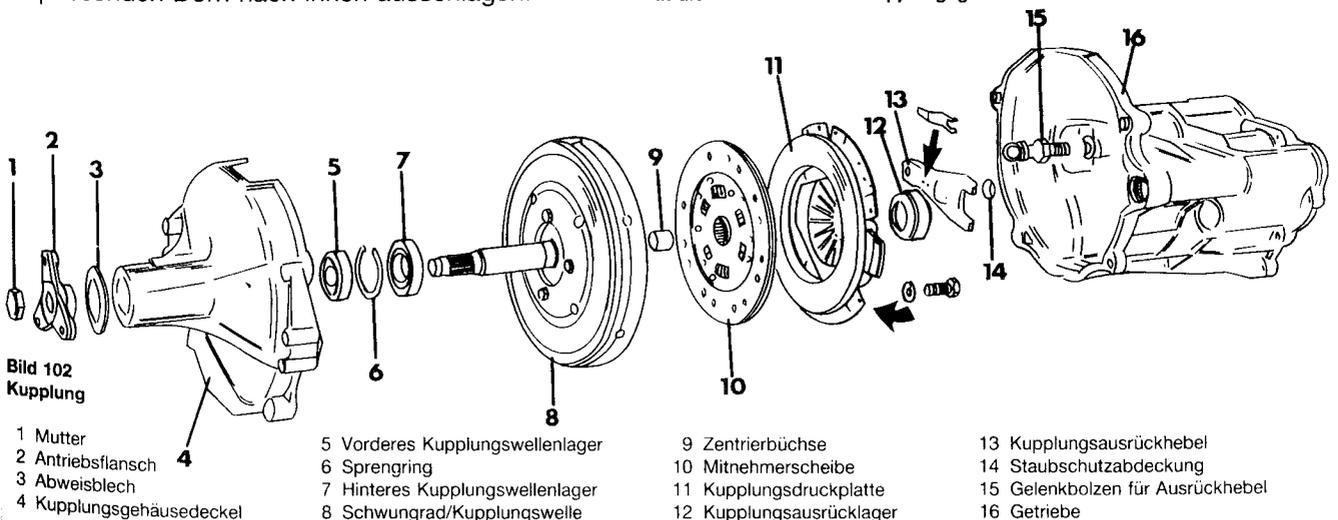

Bild 102
Die Mitnehmerscheibe kann jetzt erneuert werden, falls man keine weiteren Arbeiten vorgesehen hat. Ist der Kupplungskörper ebenfalls beschädigt, so müssen das Schwungrad und die Kupplungswelle auch erneuert werden und die folgenden Arbeiten sind durchzuführen. Kupplungskörper, Schwungrad und Kupplungswelle müssen immer als eine Einheit erneuert werden, um die Auswuchtung beizubehalten. Unter Bezug auf Bild 102:
- Unter Bezug auf Bild 102 die Teile des Ausrückmechanismus aus dem Kupplungsgehäuse ausbauen. Um den Ausrückhebel auszubauen, wird der Hebel vom Kugelkopf abgedrückt. Eine Blechsicherung hält den Hebel am Kopf.
Unter Bezug auf Bild 102:
Vor dem Einbau der Kupplung ist noch das Kupplungsausrücklager und die Führungsmuffe in der Innenseite des Getriebegehäuses zu kontrollieren. Das Ausrücklager ist äusserlich zu säubern und von Hand auf seinen Zustand und seine Gängigkeit zu kontrollieren. Bei Verschleisserscheinungen das Lager erneuern. Bild 102 gibt Einzelheiten über den Aus- und Einbau des Lagers. Ebenfalls kontrollieren, ob der Drehbolzen (15) nicht abgenutzt ist.